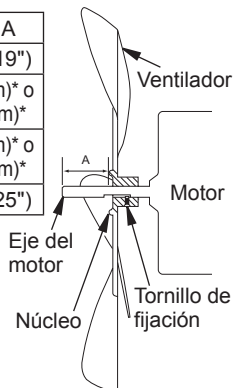

Figura 10 - Sección transversal del ventilador
15. Vuelva colocar el ventilador en el eje del motor. Coloque el tornillo de fijación en la parte plana del eje. Consulte la tabla en la figura 10 para obtener la distancia al centro del ventilador desde el extremo del eje del motor. Apriete el tornillo de fijación firmemente de 0.46 a 0.58 kgf-m (40 a 50 pulgadas-libra).